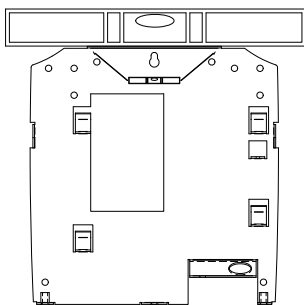

FIG. 2
2. Mettre la plaque au niveau et serrer la vis complètement. (FIG. 2)
- Débrancher le capteur de la carte électronique. (FIG.2)